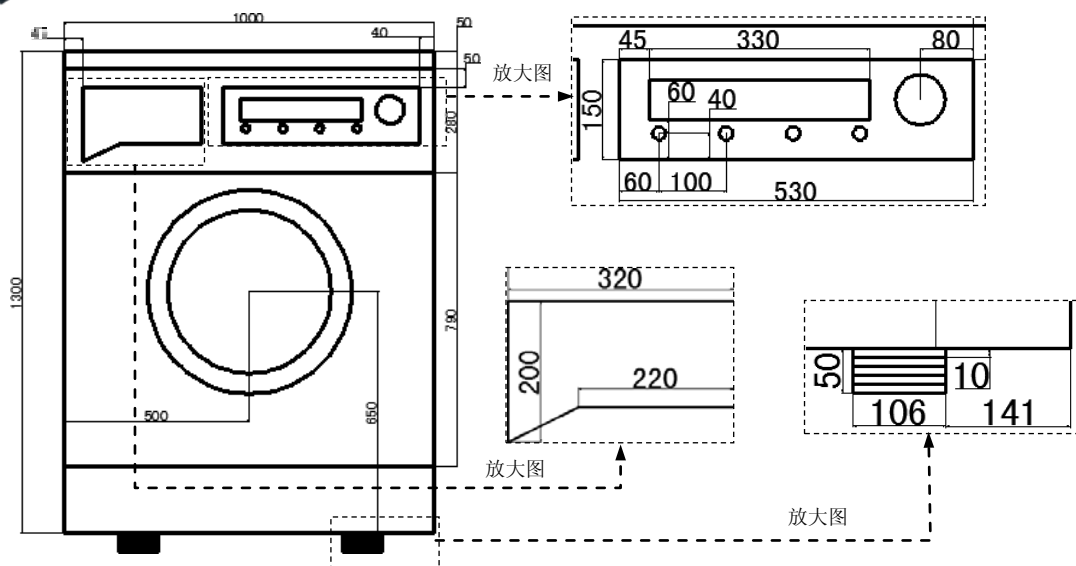

图 17.6.25 创建线性标注
Step3. 用 **标注(D)** → **线性(L)** 命令创建线性标注，完成后的图形如图 17.6.25 所示。